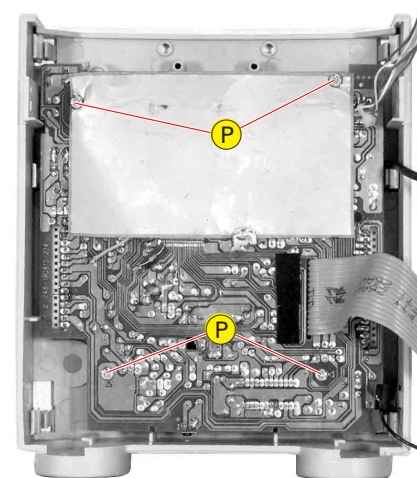

Fig. 8
- 4 Schrauben (P) (Fig. 8) herausdrehen.
- Undo 4 screws (P) (Fig. 8).